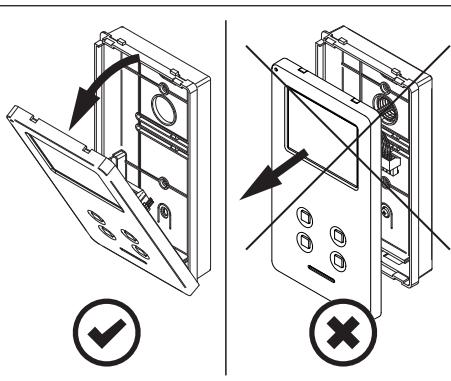

Fig. 4
2. Tirare verso l'esterno la parte superiore del coperchio come mostrato in **Fig. 4**. **Non tirare il coperchio in direzione dritta.**